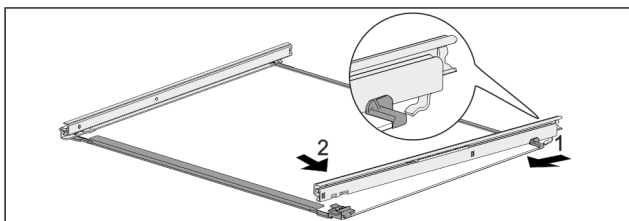

Fig. 121 Стеклопластина с направляющими
- ▶ Зацепите направляющую сзади. Fig. 121 (1)
- ▶ Защелкните направляющую спереди. Fig. 121 (2)